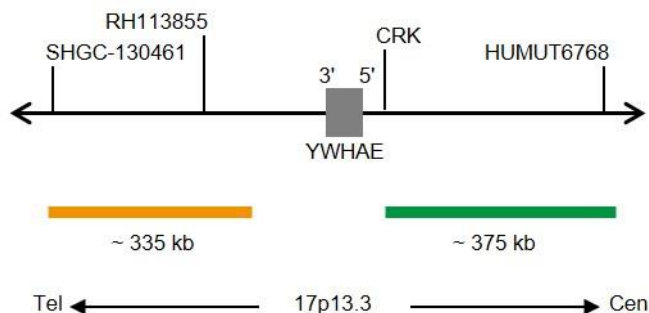

Fig. 1. SPEC YWHAE Mapa de la sonda (no está a escala)
- Polinucleótidos marcados en verde (excitación a 503 nm/emisión a 528 nm) ZyGreen (~10 ng/μl), dirigidos a secuencias localizadas en 17p13.3* (chr17:1,339,752-1,716,668) proximales a la región del punto de ruptura de YWHAE (ver Fig. 1).
- Polinucleótidos marcados en naranja (excitación a 547 nm/emisión a 572 nm) ZyOrange (~4,5 ng/μl), dirigidos a secuencias localizadas en 17p13.3* (chr17:791,171-1,124,746) distales a la región del punto de ruptura de YWHAE (ver Fig. 1).